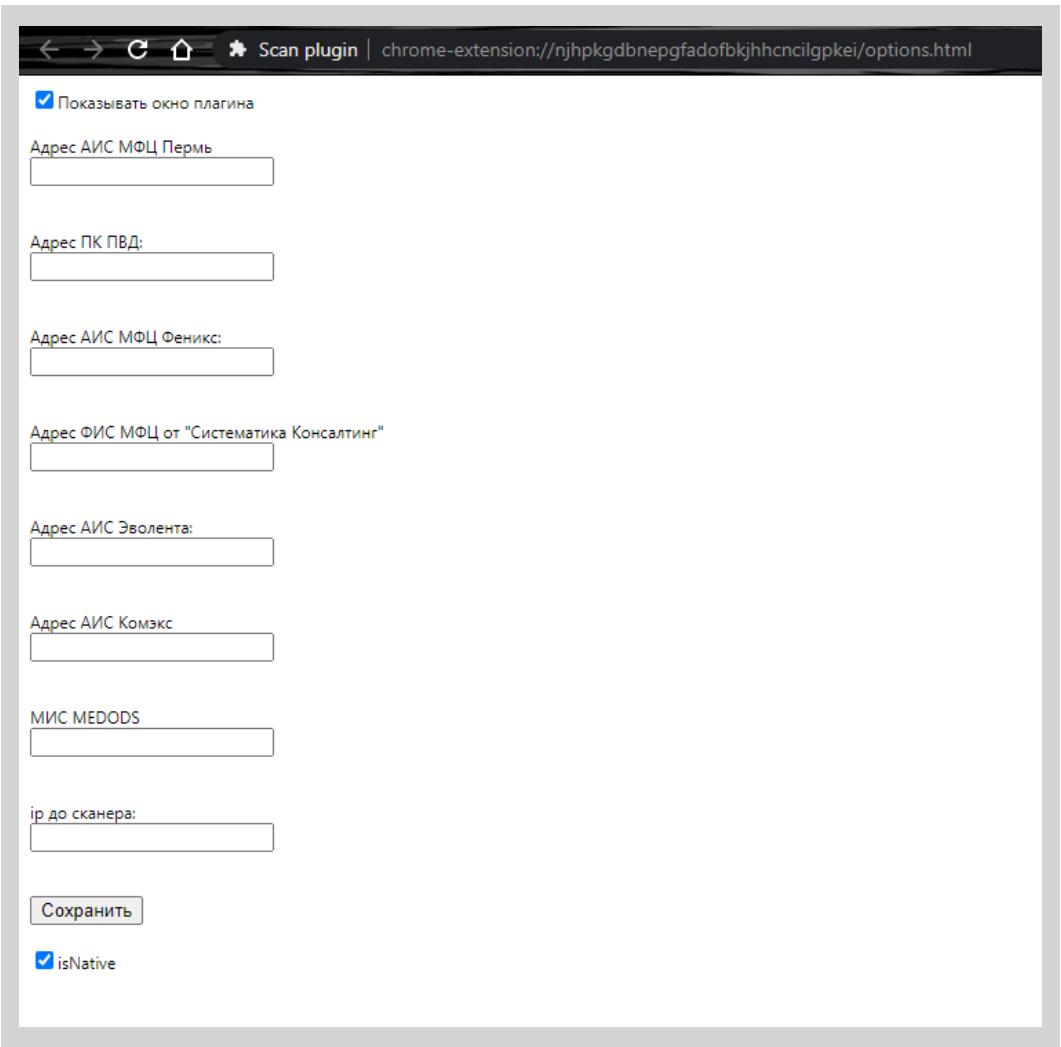

Рисунок 29. Параметры расширения Scan plugin
6. В открывшемся окне (рис. 29) необходимо прописать адрес вашей информационной системы в соответствующей строке. Заполните строку **ip до сканера**, указав IP-адрес рабочего места, к которому подключен сканер.
Для того, чтобы плагин не отображался в окне браузера, снимите флажок с опции **Показывать окно плагина** (в параметрах расширения, рис. 29).